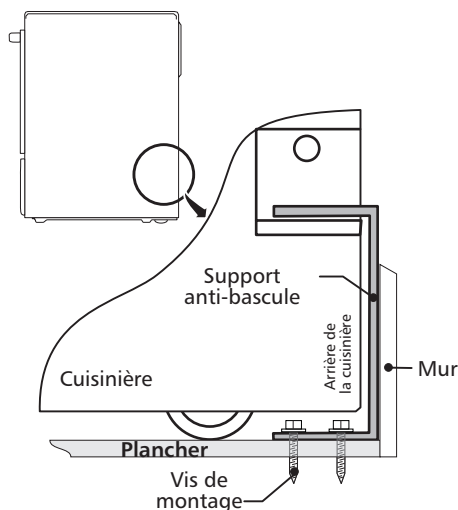

Figure 7
4. Enlevez le gabarit et placez le support anti-bascule sur le plancher. Alignez les trous dans le support anti-bascule avec les trous tracés sur le plancher et fixez avec les 4 vis fournies. Le support anti-bascule doit être fixé sur un plancher solide (Figure 7). Si vous les fixez à un plancher en béton, percez d'abord des trous pilotes de 3/16" (0,5 cm) de diamètre à l'aide d'un foret à maçonnerie.
6. Remplacez la cuisinière en la faisant glisser, en vous assurant que la patte centrale est bien agrippée au support anti-bascule (Figure 7). Abaissez l'appareil en ajustant les vis et les dispositifs de nivellement jusqu'à ce que le dessous de la surface vitrifiée touche à peine le dessus du comptoir. Référez-vous à la section Mise à niveau de la cuisinière.